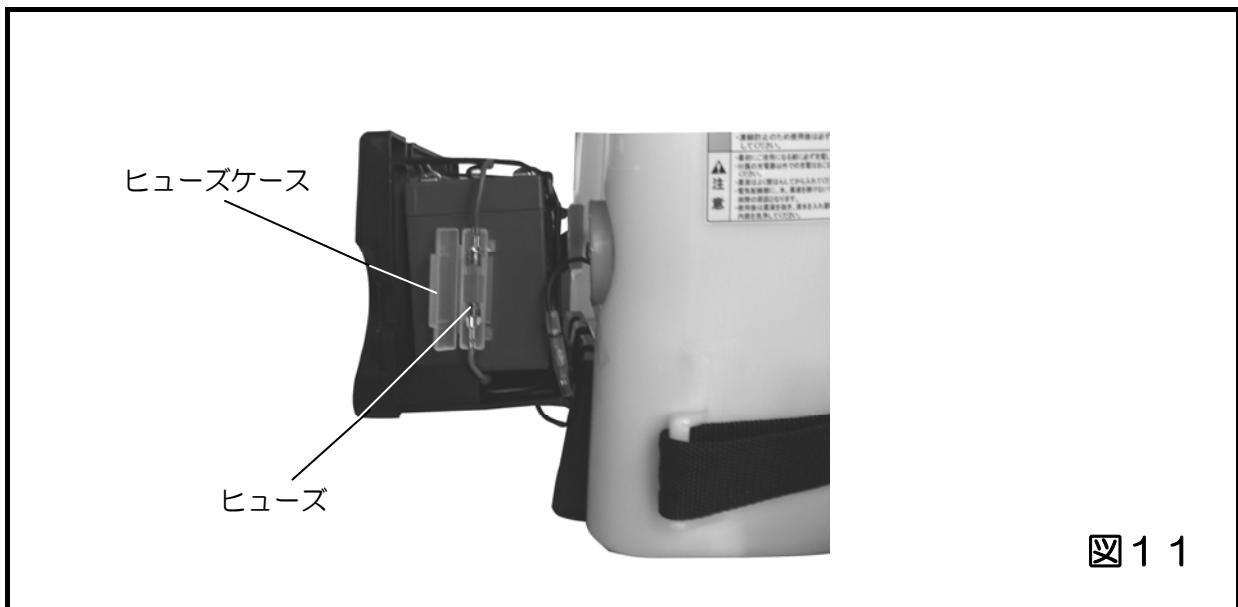

図11
- ③ 充電式電池の+（プラス）端子に接続しているコード（赤）の途中に、ヒューズケースがあります。同ケースを開き、ヒューズを交換します。 (図 11)
- ④ 逆の手順で、組み戻します。